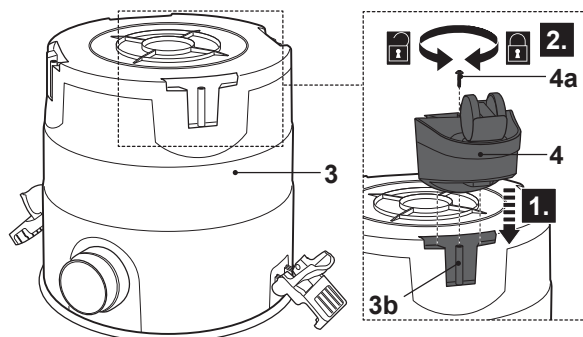

Fig. 3
- > Coloque el depósito (3) boca arriba sobre una superficie plana y estable.
- > Alinee y deslice las ruedecillas (4) por los soportes de las ruedas (3b). Fije la conexión con los tornillos (4a) usando un destornillador de estrella adecuado (Fig. 3).